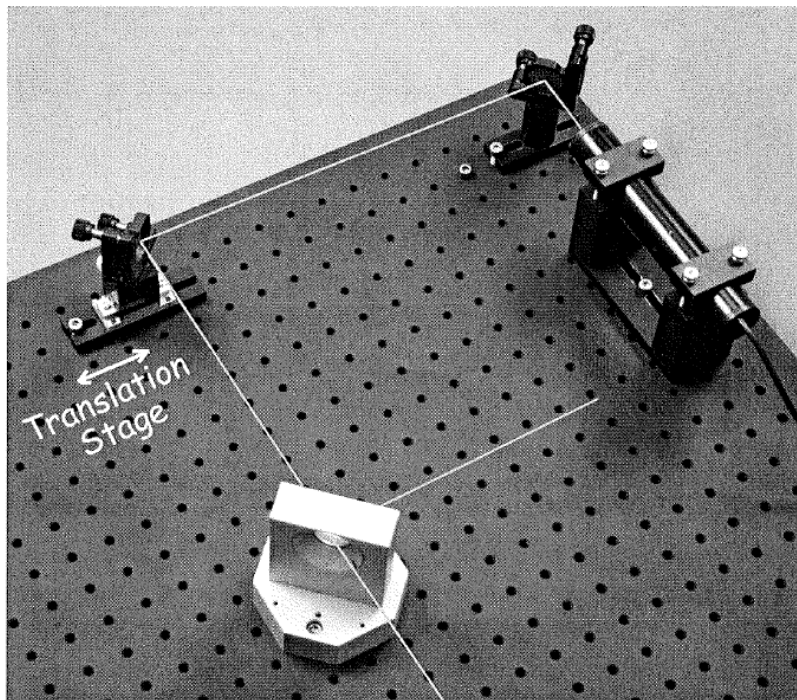
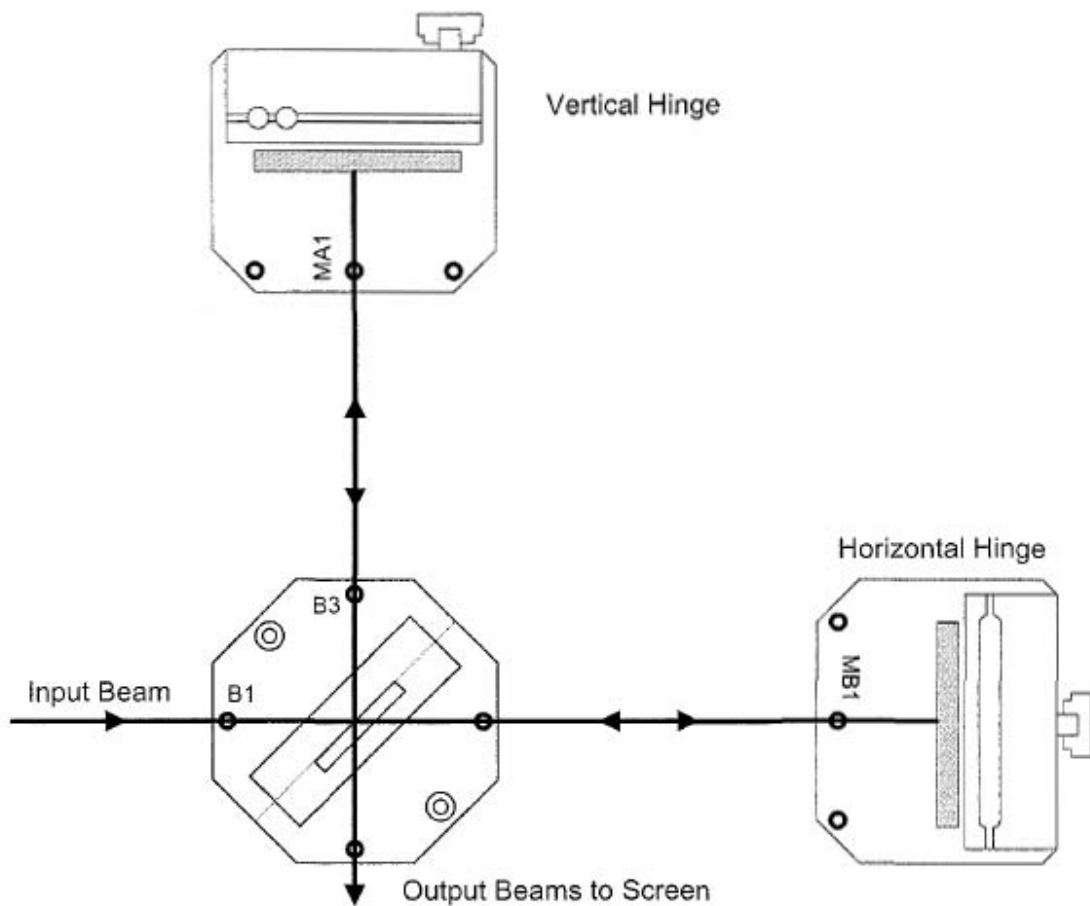

Figure 3 : Guider le laser au travers du diviseur de faisceau
Figure 4 : Montage de l'interféromètre avec un miroir horizontal et un autre vertical.
- Les deux miroirs pour guider le faisceau parallèlement à la table optique (comme montré sur la figure 3) sont aussi déjà montés. En utilisant les vis d'ajustement du miroir ainsi que le rail de translation, vous aurez tous les degrés de liberté requis pour ajuster le faisceau convenablement.
- Monter le diviseur de faisceau « diélectrique » (avec le label D) selon la figure 3.
- Monter les deux miroirs terminaux : ces miroirs sont les parties les plus sensibles de l'interféromètre et nécessitent un ajustement. Utilisez deux miroirs, l'un avec la charnière d'ajustement vertical et l'autre horizontal, pour pouvoir les ajuster facilement. [figure 4]
- Aligner le faisceau incident en plaçant deux tours d'alignement, l'une en B1 et l'autre en MA1[figure 4], puis en jouant avec le miroir directionnel (le miroir fixé sur la monture de translation [figure 3]) de manière à ce que le faisceau passe au travers des deux trous d'épingle du milieu de chaque tours d'alignement.